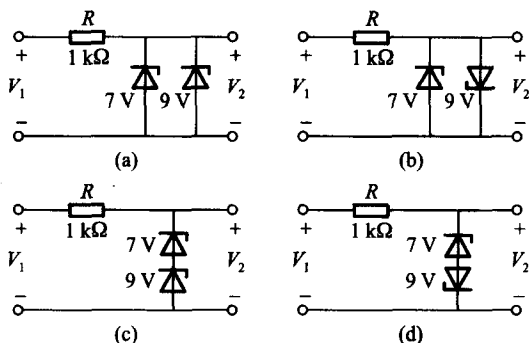

图 1-7
(5) 两个稳压二极管, 稳压值分别为 7 V 和 9 V, 将它们组成图 1-7 所示的四种电路, 设输入端电压 V_1 值是 20 V, 求各电路输出电压 V_2 的值是多少?
(6) 两个稳压值为 8 V 的同型号稳压管, 可能组成几种不同的电路接法? 哪种情况动态电阻最小? 哪种情况温度稳定性最好?